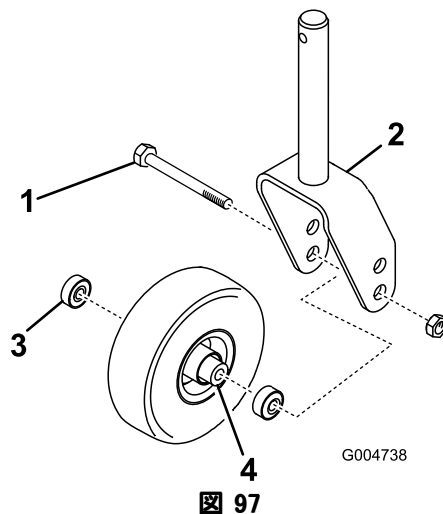

図 97
- Rキャスタホイールアセンブリをキャスタフォーク ((図 97) またはキャスタピボットアームに保持しているボルトからロックナットを外す。キャスタホイールをつかんでおいて、ボルトをフォークまたはピボットアームから抜き取る。
2. ホイールのハブからベアリングを外して、ベアリングスペーサを床に落とす（図 97）。ホイールハブの反対側にあるベアリングを取る。